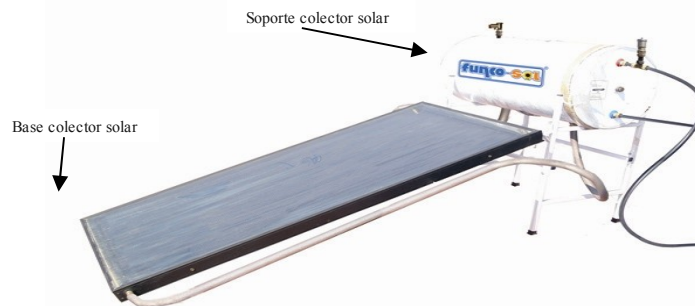

Figura 7
g) Colocar el termotanque en la base, posteriormente instalar el colector solar, primero fijarlo en el soporte colector solar utilizando tornillos cortos y posteriormente fijarlo a la base colector solar utilizando los taquetes de expansión y su respectivo tornillos y así quede fijo en la superficie (figura 7).